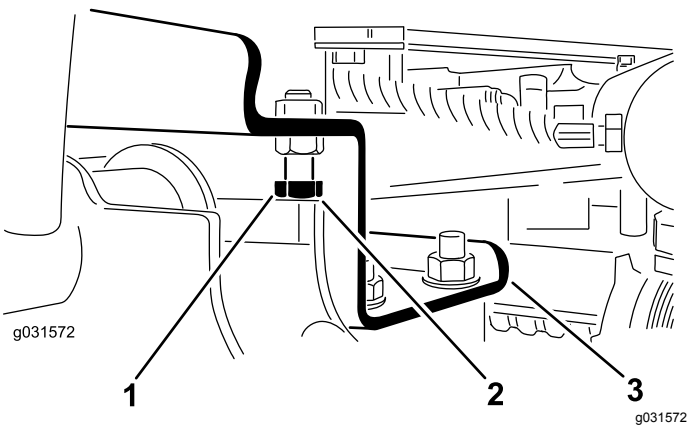

Figura 13
A. Afloje los pernos de tope (Figura 13).
2. Compruebe que la holgura entre cada brazo de elevación y el perno de tope es de 0,13 a 1,02 mm, tal y como se muestra en la Figura 13.